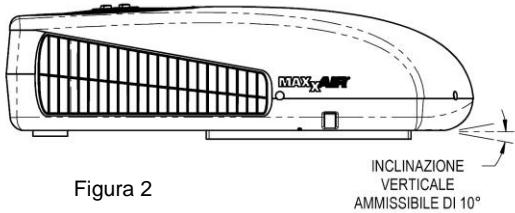

Figura 2
C. La pompa di calore deve essere montata in piano sia in senso laterale che verticale, con il veicolo parcheggiato in piano. La Figura 2 mostra il massimo grado di scostamento ammesso.